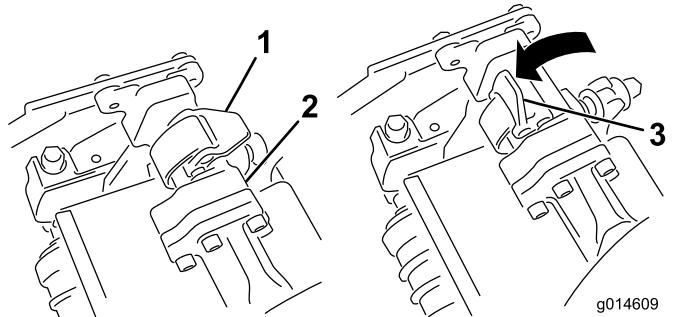
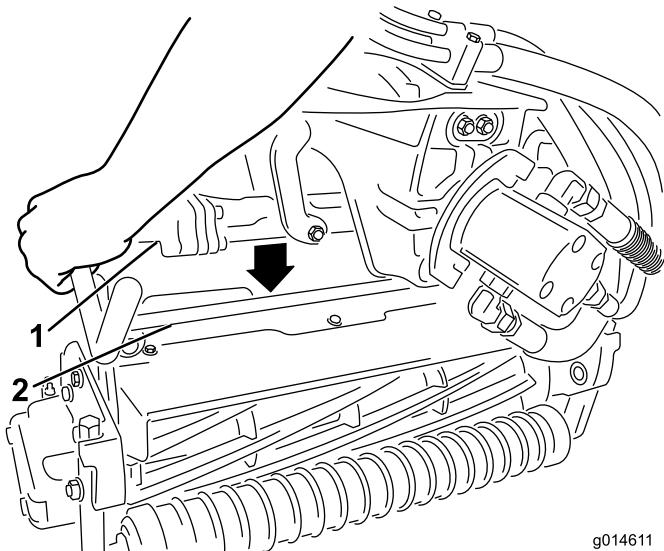

図 13
図 14
9. サスペンション・アームのバーについているラッチを上向き（開いた状態）にして（図 13）、サスペンション・アームを押し下げて、バーを、カッティングユニットのバーの上に被せるようにする（図 14）。
10. ラッチを下げて閉じるとカッティングユニットのバーがロックされてユニットがアームにセットされる（図 13）。